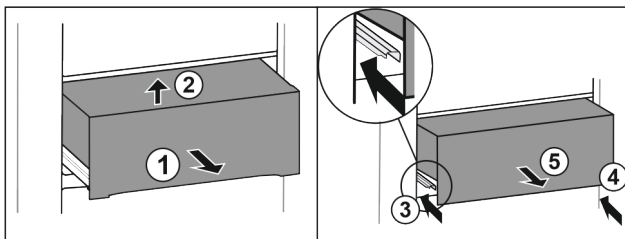

Fig. 30
- Schuiflade er half uitschuiven Fig. 30 (1).
- Aan voorzijde optillen Fig. 30 (2).
- Linker rail erin schuiven Fig. 30 (3).
- Rechter rail erin schuiven Fig. 30 (4).
- Lade er naar voren uitnemen Fig. 30 (5).